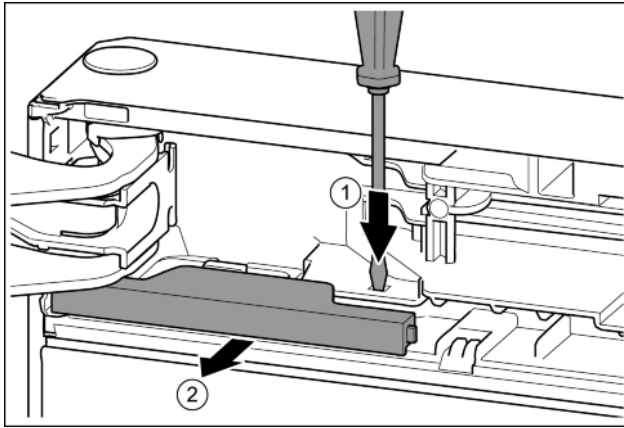

Fig. 14
- ▶ Lip met de sleufschroevendraaier indrukken. Fig. 14 (1)
- ▶ Afdekking uit de vergrendeling trekken. Fig. 14 (2)